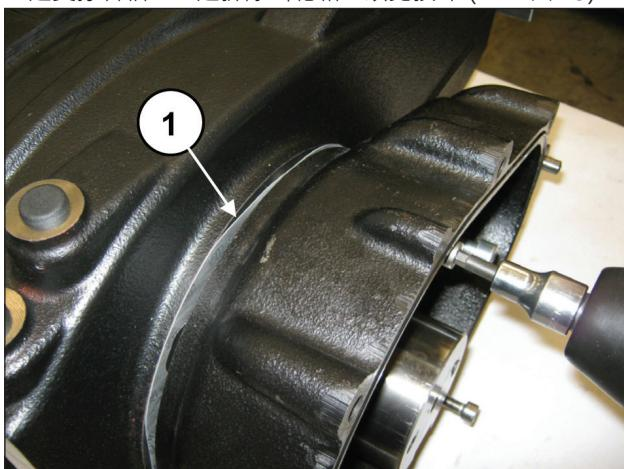

图 24
逐渐拧紧3个M8螺栓 (①, 图 24) 以防止减速齿轮箱倾斜过多并在底座上卡住。